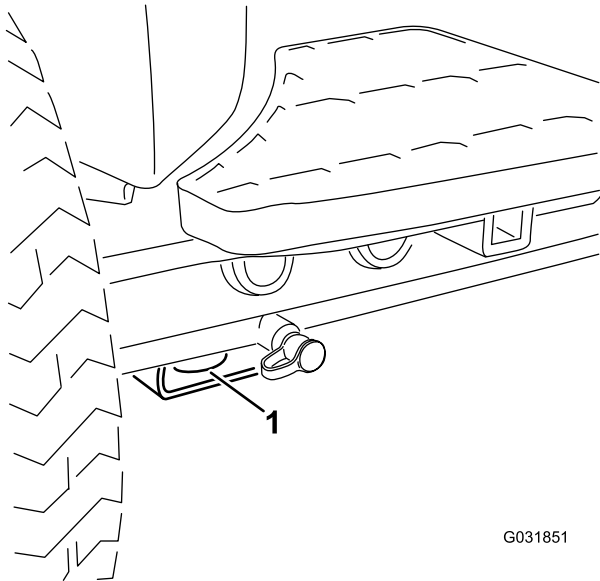

Figure 70
- Avant – trou du patin rectangulaire, sous le tube d'essieu, à l'intérieur de chaque roue avant (Figure 70)